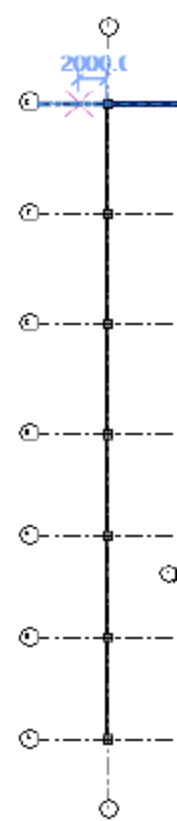
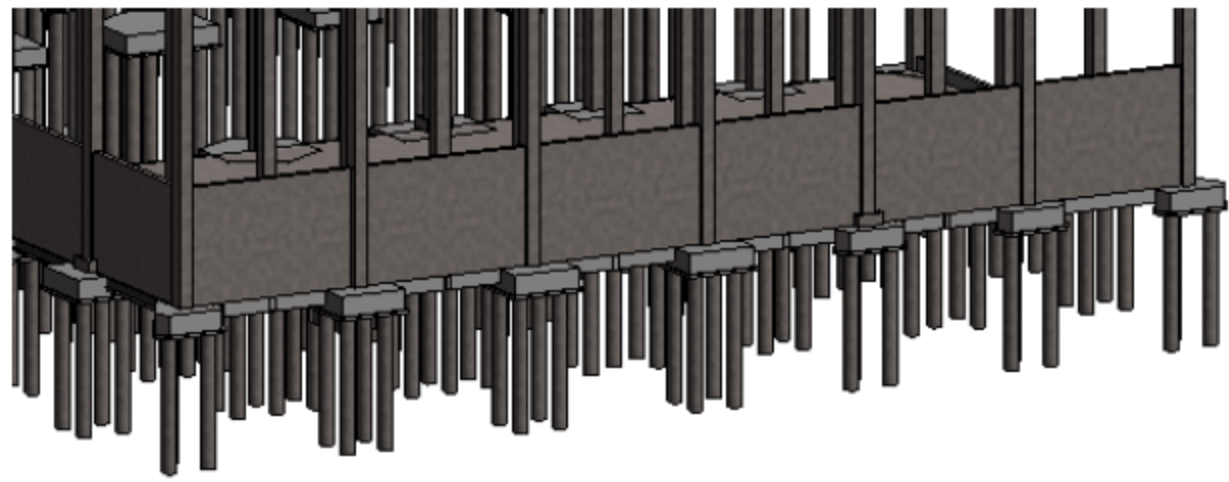

图 3.2.7 绘制 DW2 挡土墙
图 3.2.8 绘制 DW2 挡土墙
(5) 绘制挡土墙 DW2。按快捷键 D+W（绘制结构柱），在“属性”面板中选择“挡土墙-300mm 混凝土”挡土墙类型，如图 3.2.7 所示。然后选择“深度”→“基础顶面一”选项，最后将 DW2 绘制在墙定位处，如图 3.2.8 所示。